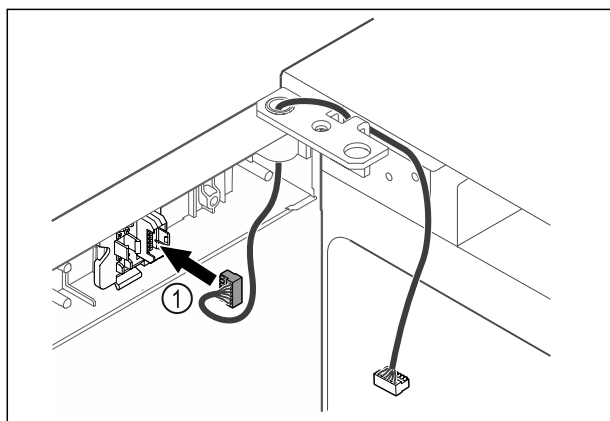

Fig. 49
- ▶ Pistke pistik Fig. 49 (1) pistikuhoidikusse.